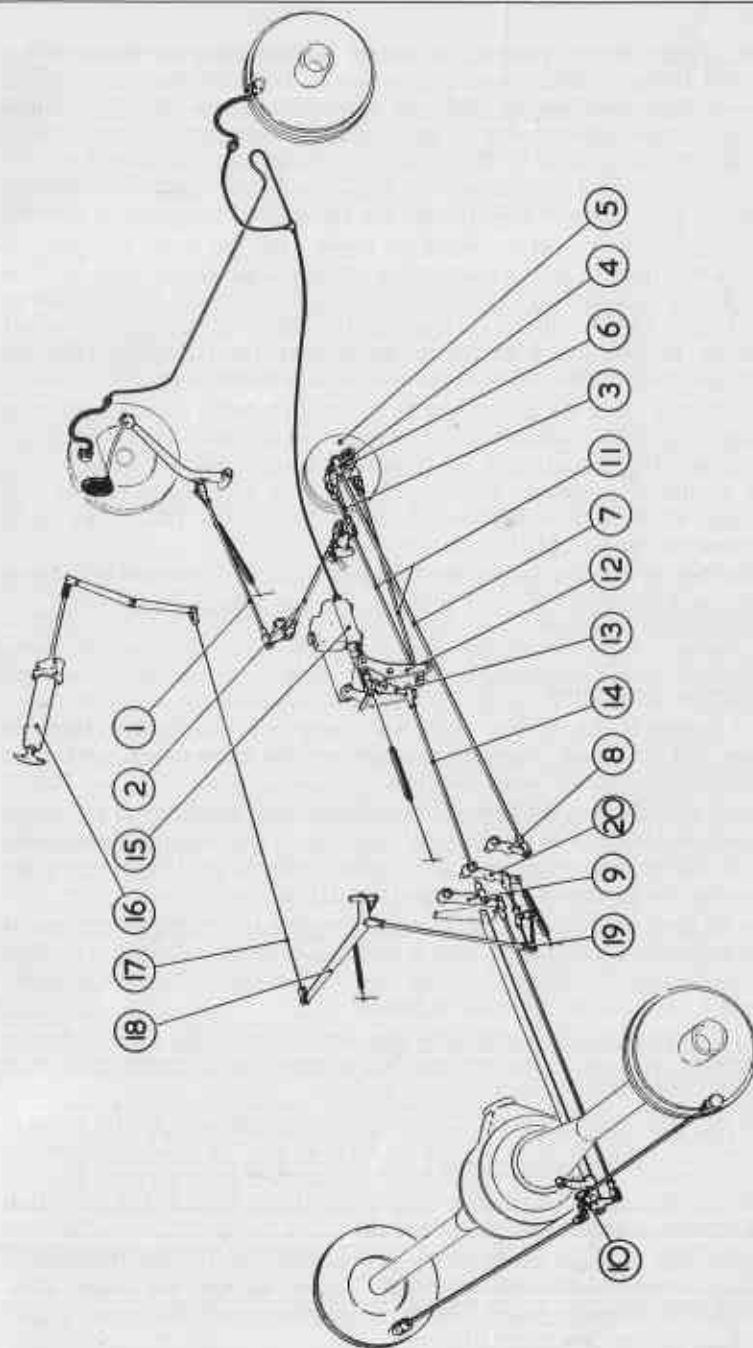

Fig. 17.—SYSTÈME DE FREINAGE—ROLLS-ROYCE.
Le schéma de la fig. 17 illustre tout le système de freinage.
Le pédale actionne une tringle (1, fig. 17) accouplée, par l'intermédiaire de la barre transversale (2) et de la tringle (3), au levier (4) sur l'arbre du servo. Ce dernier (5), monté sur le flanc droit de la boîte des vitesses, est entraîné à environ $\frac{1}{10}$ de la vitesses de l'arbre de transmission.
Le servo, illustré à la fig. 17, est du type à disques secs de freinage. Il comporte un réglage pour la mise au point initiale et pour rattraper l'usure des surfaces de friction. Une fois exactement réglé, l'usure étant minime, il ne réclame aucun soin pendant longtemps. Ce réglage est très délicat et il vaut mieux le faire exécuter par la Maison Rolls-Royce Ltd., ou par un de ses agents.
Les seuls endroits qui demandent un graissage à la main sont les mâchoires et les axes des tiges et des leviers intermédiaires (8, 9 et 20, fig. 17). Ils doivent être lubrifiés à la main tous les 8.000 kilomètres, comme dit à la page 19. Les came à billes qui entraînent le servo (décrites dans ce chapitre) sont remplies de lubrifiant aux usines et ne réclament donc aucun soin entre les révisions du châssis.